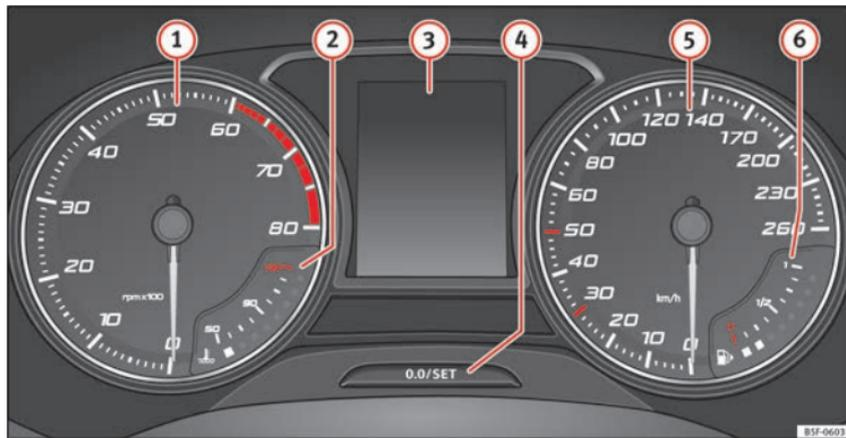

Fig. 120 Combiné d'instruments à l'avant.
Explications concernant les cadrans » fig. 120 :
Le compte-tours indique le nombre de tours du moteur par minute » **fig. 120** ⓘ.
L'aiguille du compte-tours ⓘ » **fig. 120** ne doit rester que peu de temps dans la zone rouge : risque d'endommagement du moteur.
Lors de la mise du contact d'allumage, l'écran du combiné d'instruments » **fig. 120**
- Appuyez brièvement sur le bouton » fig. 120 ④ pour remettre le compteur kilométrique journalier à 0.
- Maintenez enfoncé le bouton ④ pendant environ 3 secondes pour afficher la valeur précédente.
- Pour régler l'heure, maintenez enfoncé le bouton » fig. 120 ④ pendant plus de 3 secondes afin de sélectionner l'indicateur des heures ou des minutes.
- Pour poursuivre le réglage, appuyez sur la partie supérieure ou inférieure du bouton ④. Pour que les nombres défilent rapidement, maintenez la touche appuyée.
- Appuyez de nouveau sur le bouton ④ pour mettre fin au réglage de l'heure.
Maintenez enfoncé le bouton » fig. 120 ④ pendant plus de 15 secondes pour afficher les lettres-repères du moteur (MKB) du véhicule. Pour cela, le contact d'allumage doit être mis et le moteur coupé.
L'indicateur de température du liquide de refroidissement ② » fig. 120 ne fonctionne que lorsque le contact d'allumage est mis.